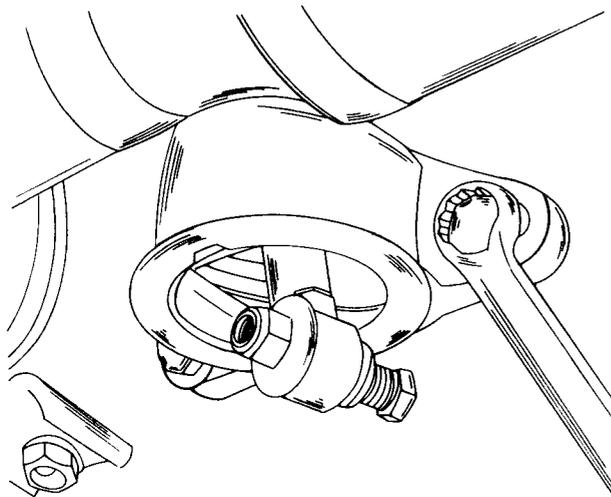

Bild 141
- An der Unterseite des Fahrzeuges die Stellung des Schalthebelgehäuses mit einer Reissnadel anzeichnen und danach die Befestigungsschrauben lösen (Bild 141). Das Gehäuse nach unten herausziehen, um mehr Raum zum Herausheben der Gelenkwelle zu erhalten.